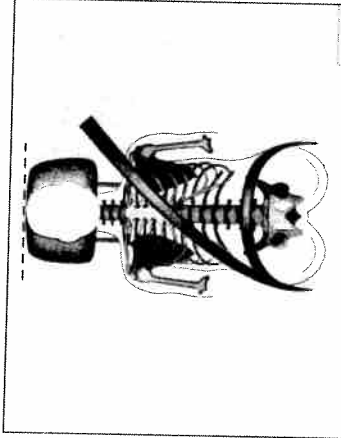
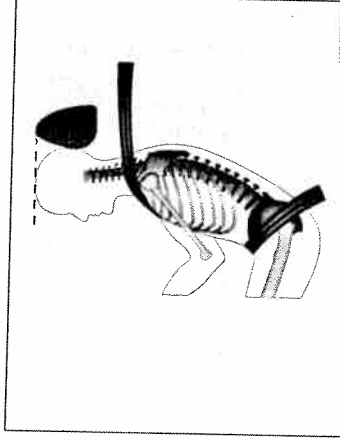

Fig. 55 Văzut din față: tetiere reglate corect și centură dispusă corespunzător
Fig. 56 Văzut din lateral: tetiere reglate corect și centură dispusă corespunzător
- Reglați tetierele astfel încât marginea superioară a tetierei să se afle la aceeași înălțime cu partea superioară a capului dvs. - totuși nu mai jos de ochi. Poziționați partea posterioară a capului cât mai aproape de tetieră ⇒ fig. 55 și ⇒ fig. 56.